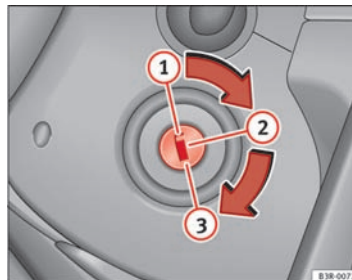

Fig. 86 Stillinger i tændingslåsen
- Tag tændingsnøglen ud i stilling ① ⇒ Fig. 86 ⇒ △.